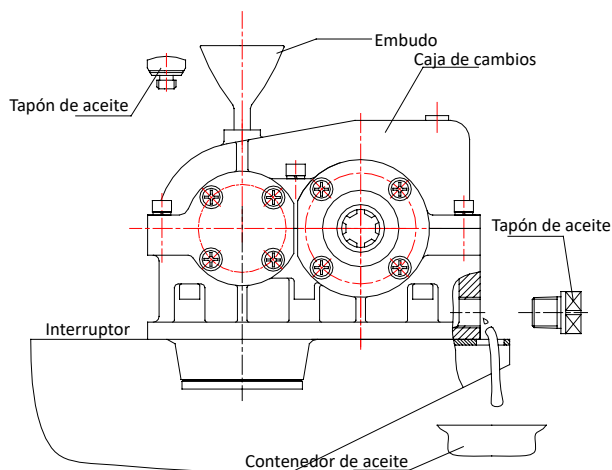

FIG 16.
- Instale el filtro en la caja del engranaje; apriete. Limpie cuidadosamente la superficie de la caja de engranajes. (Ver FIG 16)